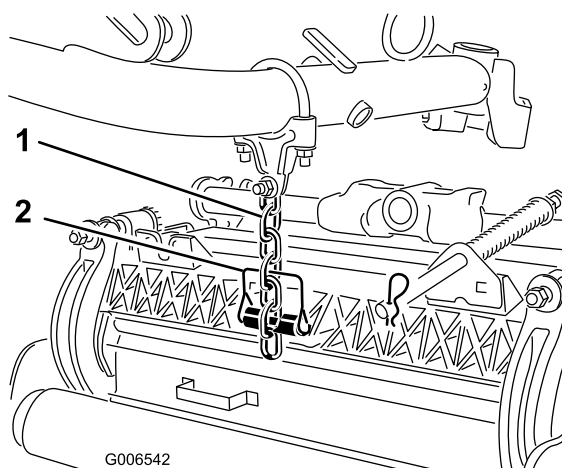

図 14
8. スナッパピンを使って、昇降アームのチェーンをカuttingユニットのチェーンブラケット図 14に、以下の手順で固定する。